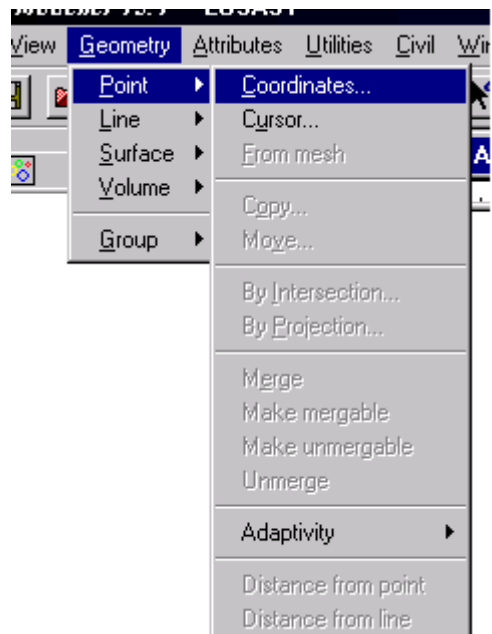

Fig. 3
- se alege opțiunea **Point** (fig. 3)